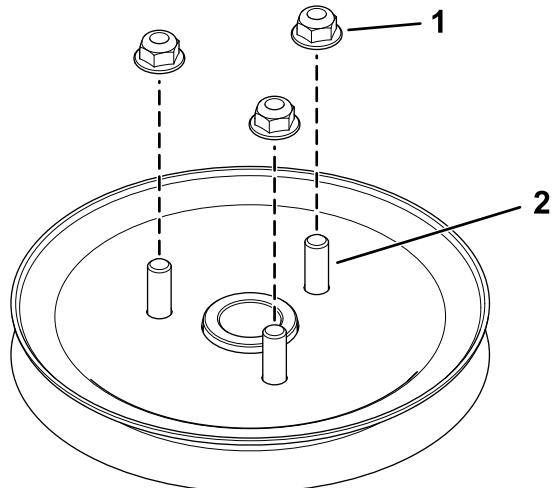

Figura 8
4. Instale sem apertar as três porcas nas cavilhas (Figura 8).